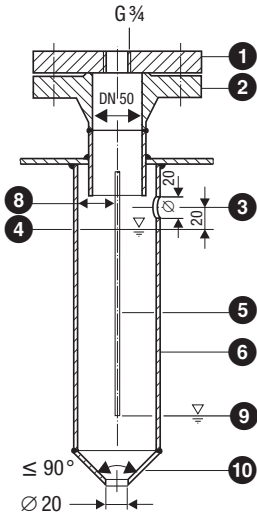
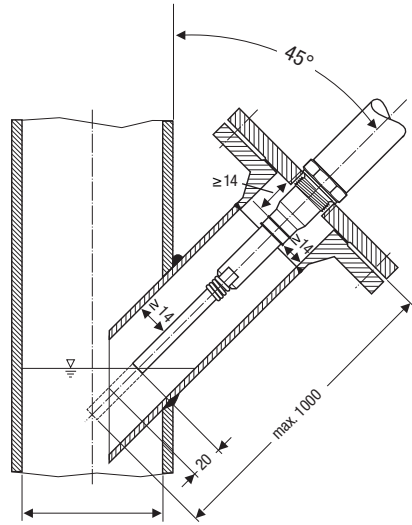
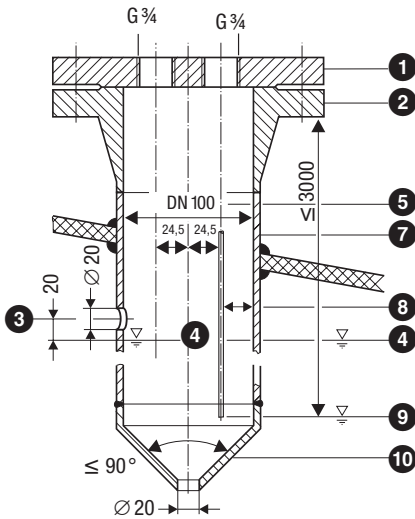
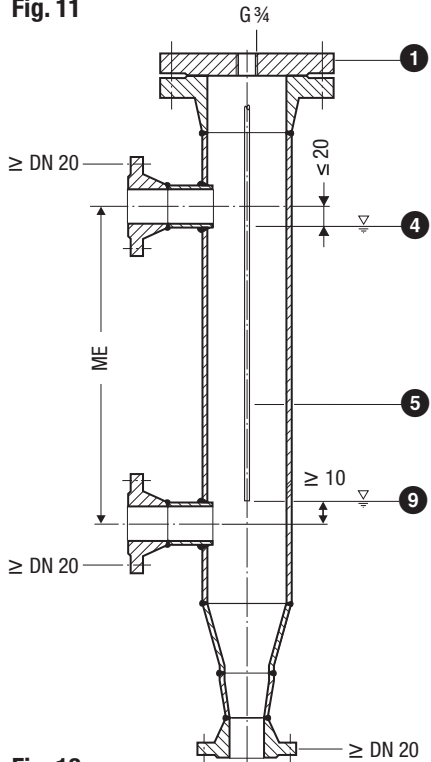

Fig. 10
Fig. 11
Fig. 12
Fig. 13
- A distância entre o eléctrodo e a massa (flange, parede do reservatório) não deve ser inferior a 14 mm. **Fig. 10, Fig. 11, Fig. 12, Fig. 13.**
- O ângulo de inclinação do eléctrodo é, no máximo, 45° e o comprimento máximo da vareta é, no máximo, 1000 mm. **Fig. 11**